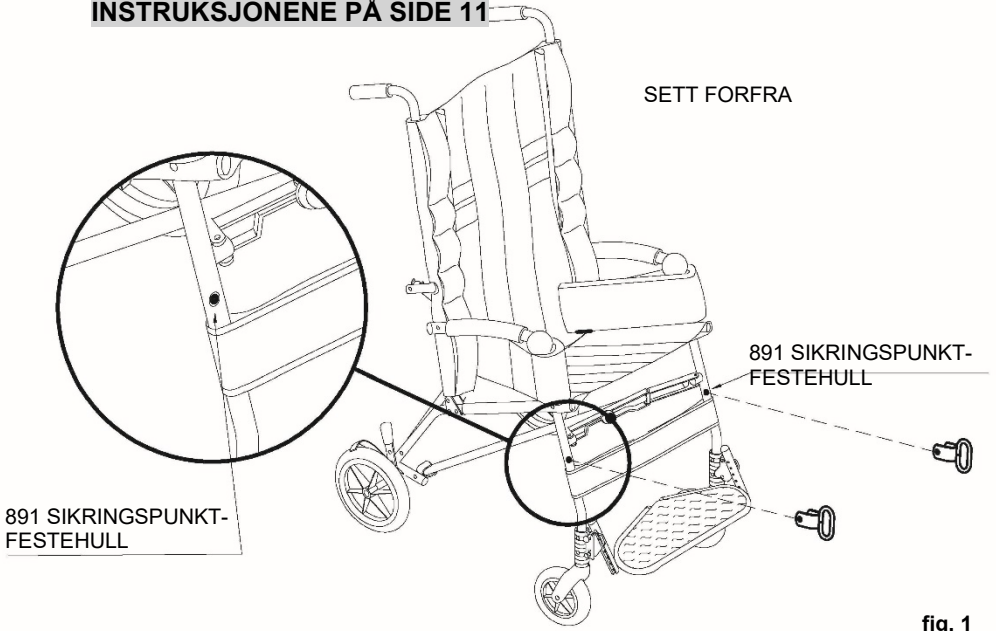
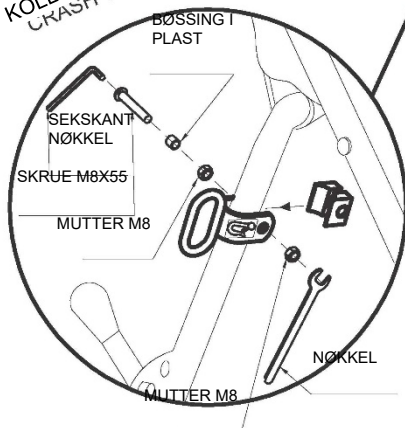
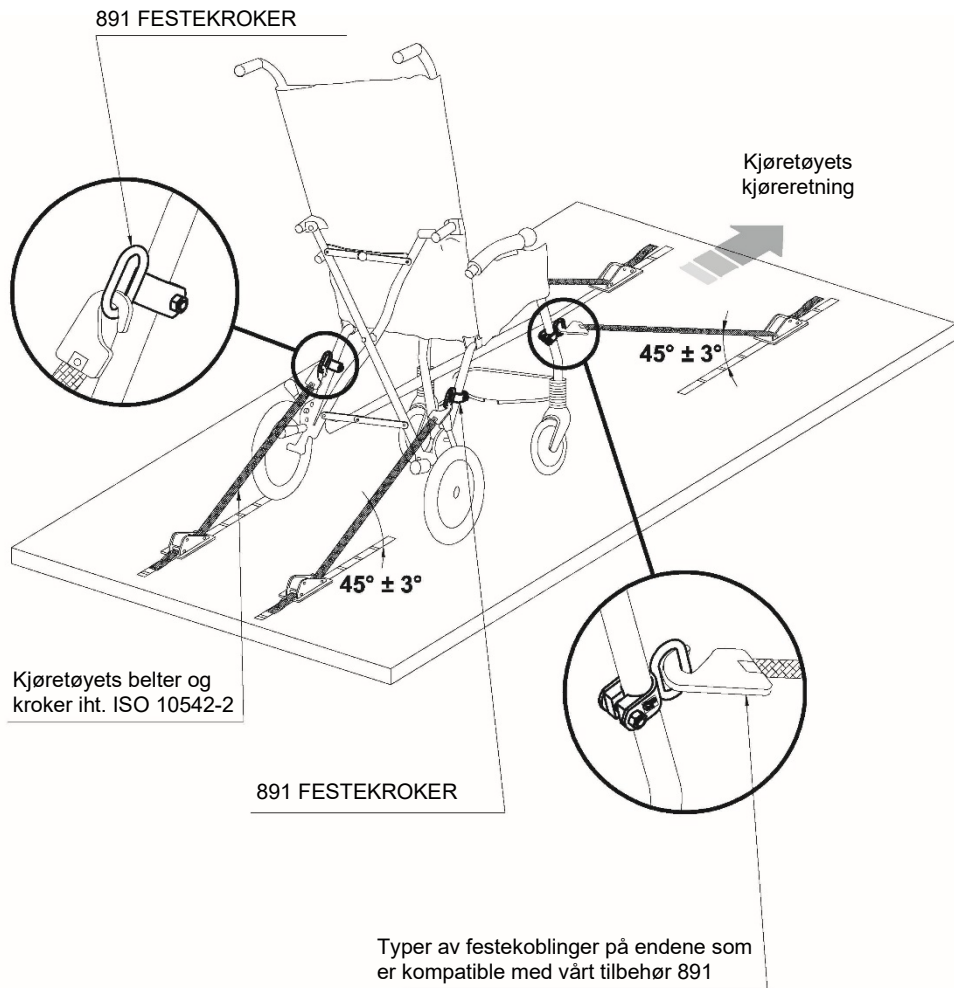

fig. 1
fig. 3
fig. 4
- **DEN SOM SITTER I VOGNEN, MÅ SITTE VENDT MOT FRONTEN AV KJØRETØYET** (se fig. 4, side 12).
- **KJØRETØYET MÅ VÆRE EGNET FOR TRANSPORT AV ORTOPEDISKE RULLESTOLER/SPORTSVOGNER I HENHOLD TIL KRAVENE I ISO 7176-19-STANDARDEN** (se fig. 4, side 12)
- **VOGNEN MÅ FESTES TIL KJØRETØYET** ved å bruke: 1) et firepunkters fastspenningssystem i bilen som overholder kravene i ISO 10542-2, og 2) vårt tilbehør 891 – et sett med fire festekroker (se fig. 1 og 2, side 9; fig. 3, side 10 og fig. 4, side 12)